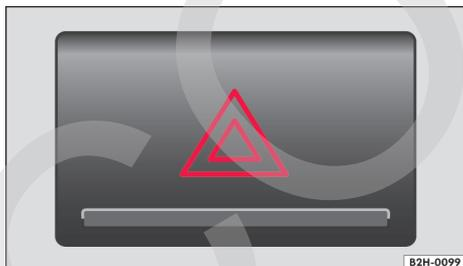

Fig. 145 En la parte central del tablero de instrumentos: pulsador de las balizas.
2. Encienda las balizas con el pulsador ⏏ ⇒ fig. 145.